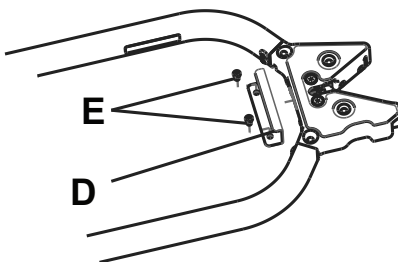

Figura 11 – Placă de prindere
1. Utilizând o cheie Allen M6, instalați placa de prindere furnizată (610000010015) (D) și două șuruburi Allen M6 (E) (neincluse) direct în spatele zăvorului de fixare a tăgii (Figura 11).